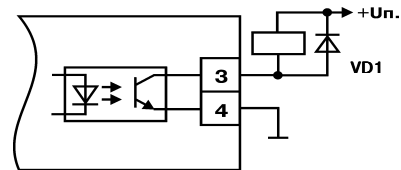

Рис. 21
3.1.8.2. Транзисторная оптопара применяется, как правило, для управления низковольтным реле (до 50 В). Схема подключения приведена на рис. 21.